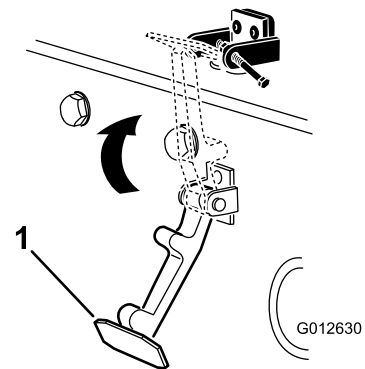

Figura 7
6. Prenda o trinco no suporte do trinco do capot (Figura 7).